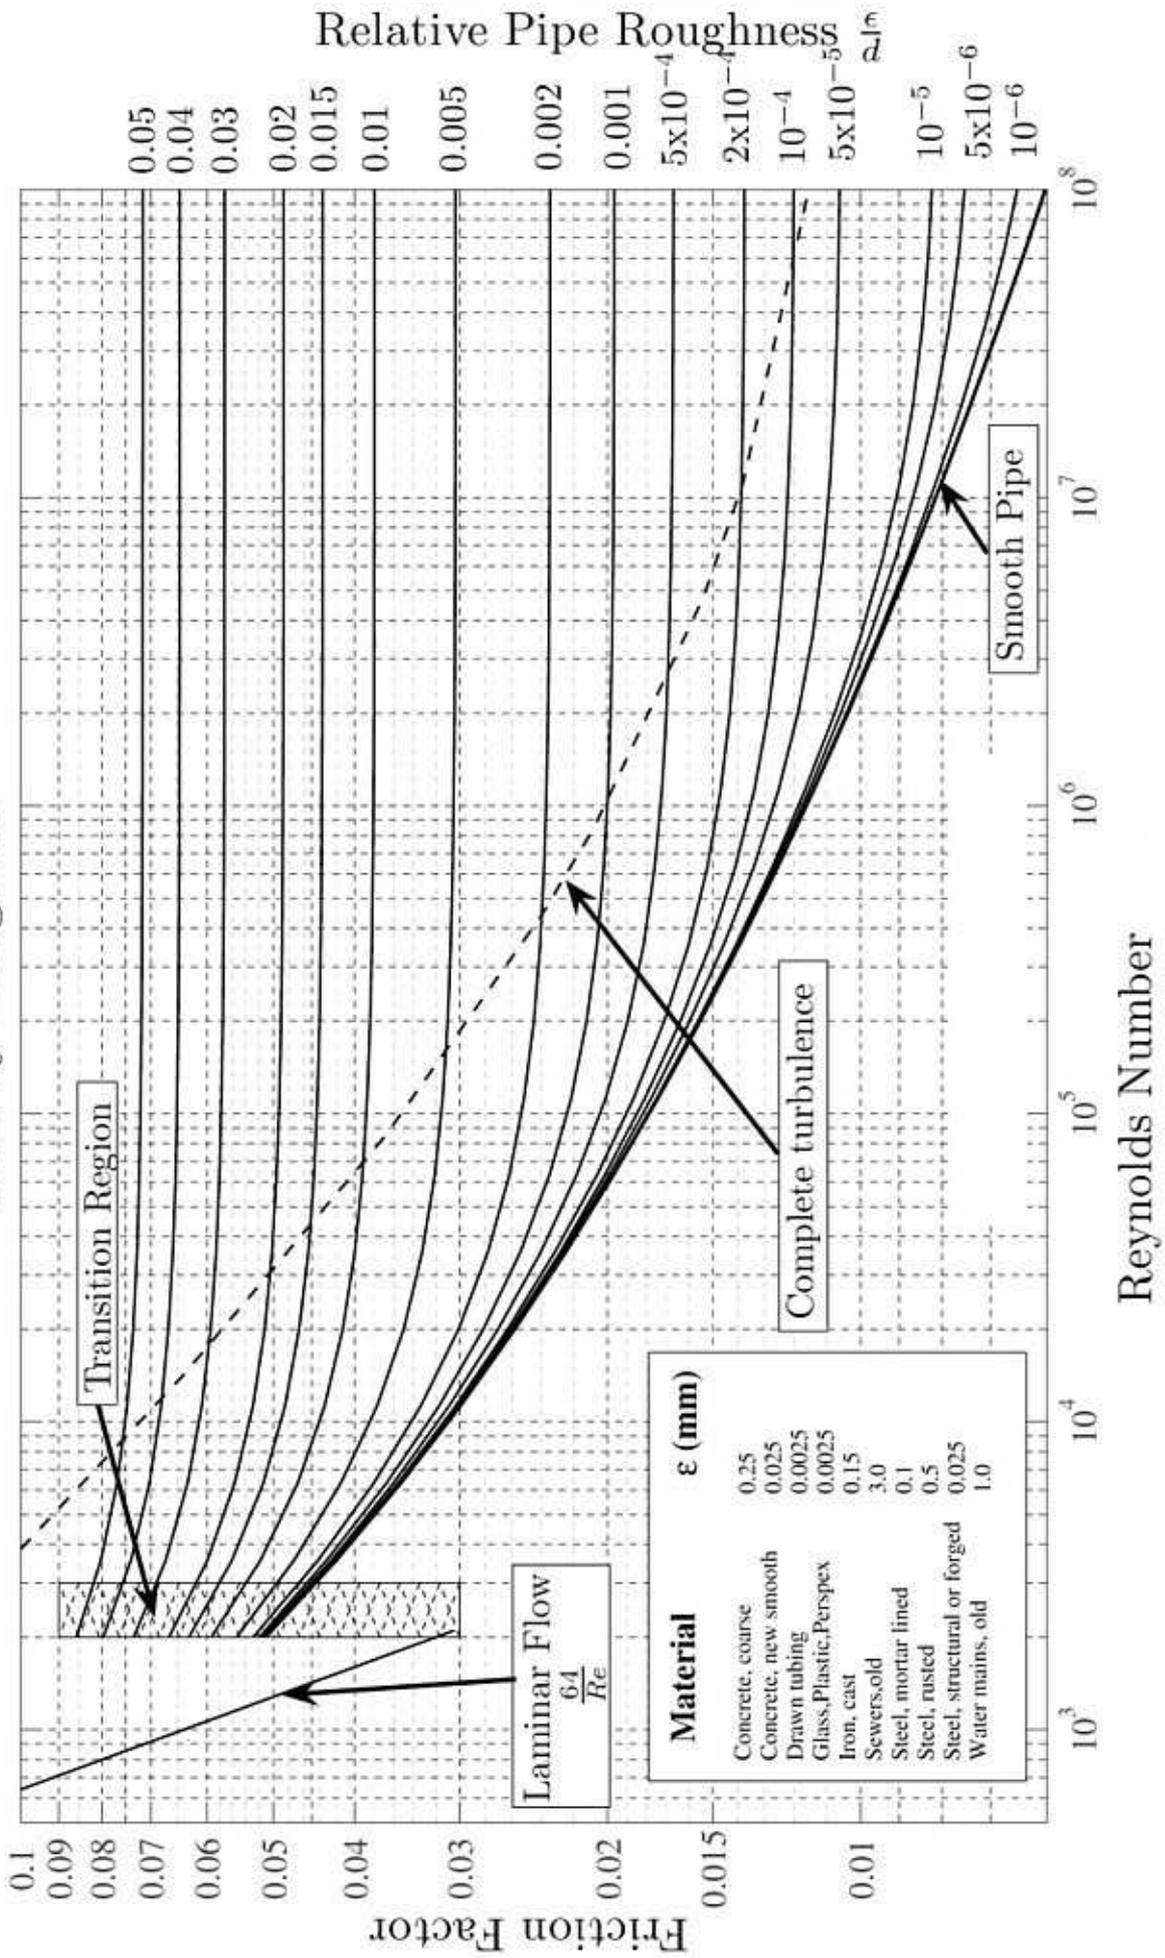

FIG. 2 – Diagramme de Moody
4) A partir du diagramme de Moody FIG. 2 et du précédent nombre de Reynolds, estimez le coefficient de perte de charge régulière  $\lambda$  (vous préciserez vos tracés sur le diagramme qui sera rendu) et recalculez numériquement la vitesse  $v$ , le nombre de Reynolds  $\mathcal{R}$ , la hauteur  $h$  du jet d'eau et le débit volumique circulant dans la tuyauterie. .... [2]